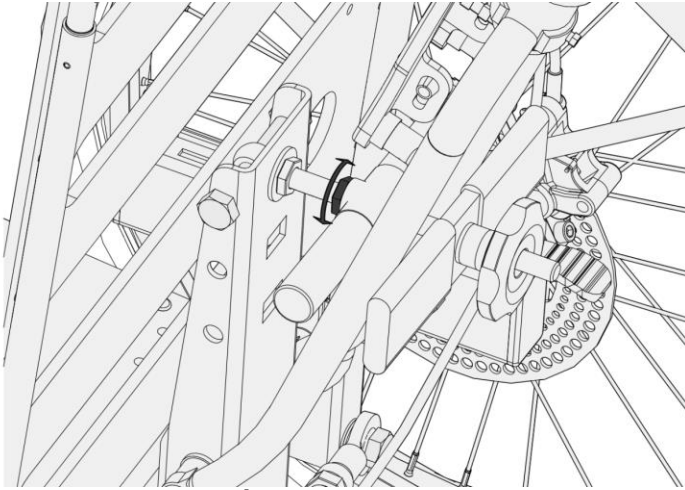
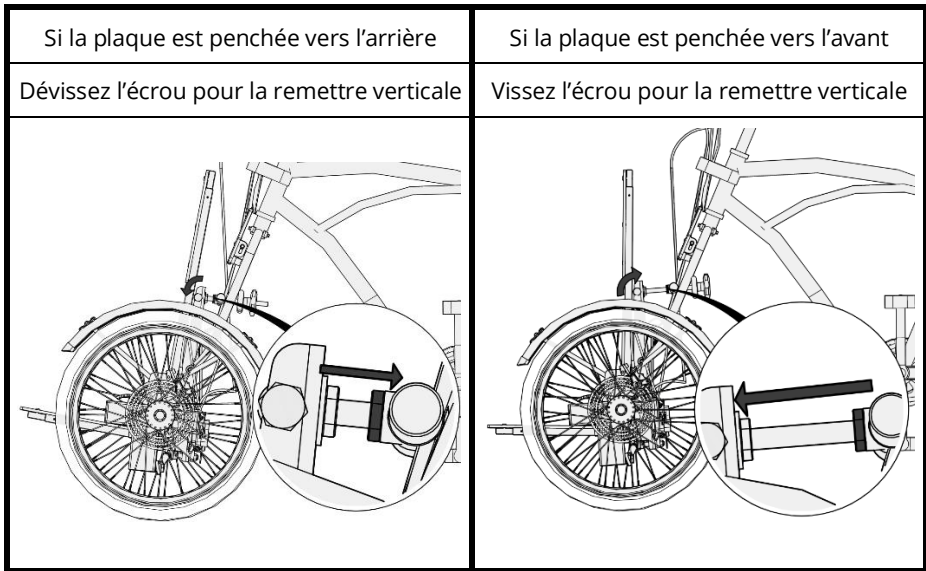

Figure 38 - Écrou de réglage de la bride
Figure 39 - Réglage de l'inclinaison de la plaque arrière
- Si ce n'est pas le cas, il convient de régler l'ensemble bride, en agissant sur l'écrou de réglage (Cf. figure 38) présent sur la vis de la bride. En amenant l'écrou vers la plaque de fixation, l'AddBike+ va basculer légèrement vers l'arrière. Inversement, en éloignant l'écrou de la plaque de fixation, l'AddBike+ va basculer légèrement vers l'avant (Cf. figure 39).